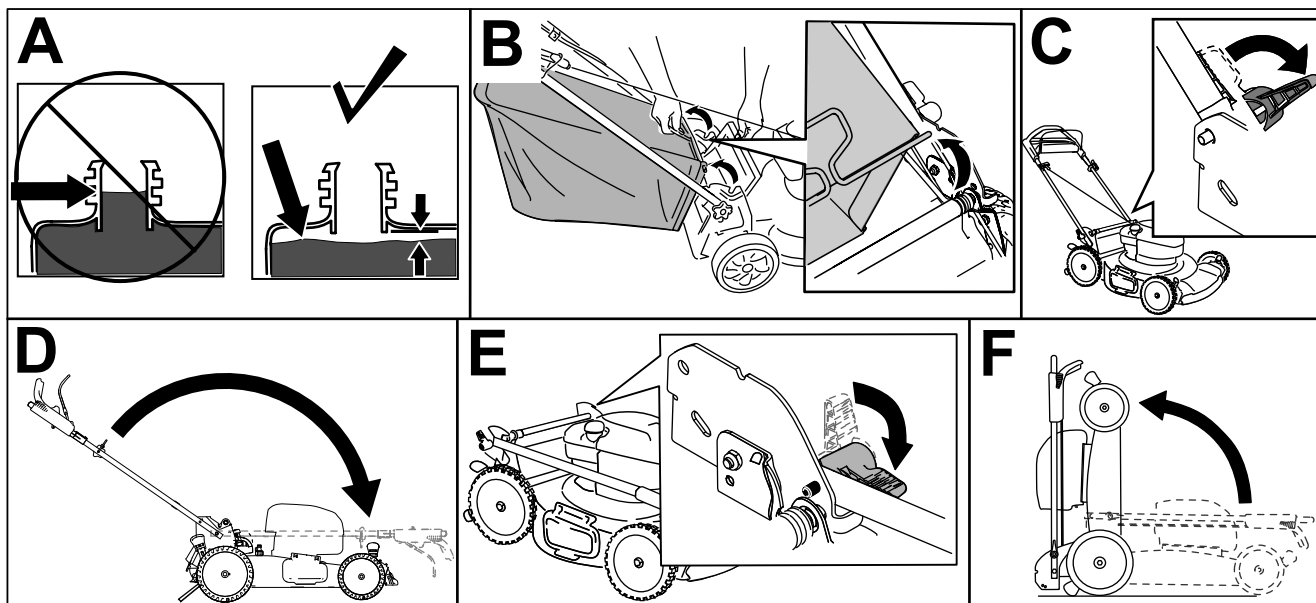

Figure 32
**Remarque:** Si le niveau de carburant est trop élevé dans le réservoir de carburant, vidangez une partie du réservoir dans un récipient approprié jusqu'à ce que le niveau soit égal ou inférieur à la limite recommandée par le constructeur du moteur (A de Figure 32).
2. Si le bac à herbe est installé, déposez-le; (B de Figure 32).
3. Déverrouillez le guidon (C de Figure 32).
4. Pliez le guidon complètement en avant (D de Figure 32).
5. Verrouillez le guidon (E de Figure 32).
6. Levez l'avant de la machine par le guidon et amenez-la dans un lieu de remisage (F de Figure 32).